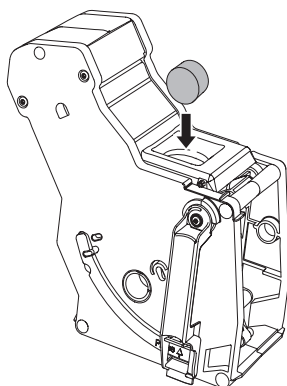

Fig. 18: Poser la pastille de nettoyage dans la chambre d'extraction.
4. Retirer la chambre d'extraction et la nettoyer comme décrit au chapitre 8.2 Nettoyage de la chambre d'extraction à la page 136. Ne pas éteindre l'appareil. 5. Poser une pastille de nettoyage dans la chambre d'extraction (voir Fig. 18). Mettre la chambre d'extraction en place dans l'appareil comme décrit au chapitre 8.2 Nettoyage de la chambre d'extraction à la page 136.